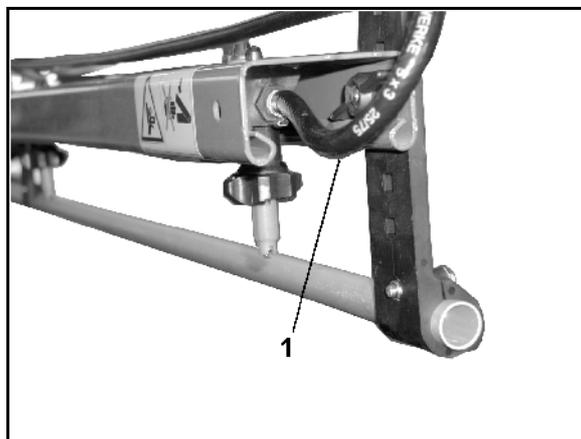

Fig. 85
- permet, lorsque le système de circulation de pression est activé, une circulation permanente du liquide dans la conduite de pulvérisation. Pour ce faire, un raccord de flexible de rinçage est assigné à chaque tronçonnement (Fig. 85/1).
- un flexible raccord de rinçage (Fig. 85/1) par tronçon.